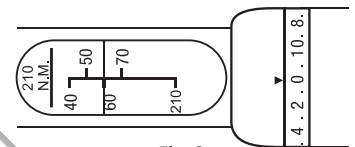

Fig. 2
- Cheia dinamometrică este acum setată la 66 Nm (Fig. 2).
- Klucz dynamometryczny jest teraz ustawiony na 66 Nm (rys. 2).